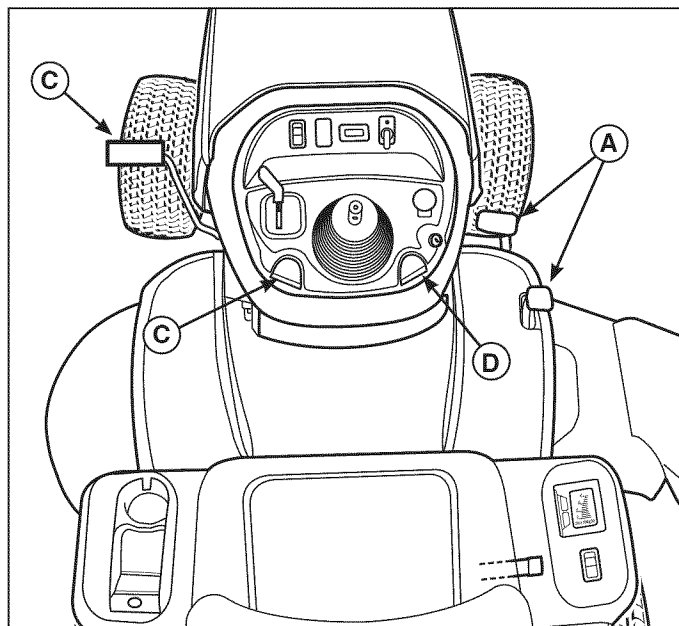

Figura 4
El contador horario (Figura 4) mide la cantidad de horas que la llave lleva puesta en la posición de ENCENDIDO. El contador horario hará parpadear la luz del indicador de cambio de aceite inicial a las 5 horas de uso y un recordatorio de lubricación cada 50 horas. Estos recordatorios se muestran por aproximadamente dos horas y se reestablecerán automáticamente.
Activación del freno de estacionamiento: Para colocar el freno de estacionamiento, suelte los pedales del acelerador (**A**, Figura 4), presione por completo el pedal de freno (**B**), tire hacia ARRIBA la perilla del freno de estacionamiento (**C**) y luego suelte el pedal de freno.
Cómo soltar el freno de estacionamiento: Para soltar el freno de estacionamiento, suelte por completo el pedal de freno (**B**, Figura 4) y tire la perilla del freno de estacionamiento (**C**) hacia ABAJO.
1. Levante la perilla de control de crucero (**D**, Figura 4).